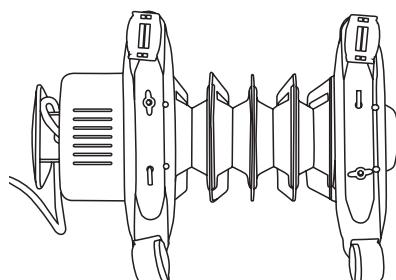

рис. 4
- Соединить одну из опорных ножек (2) с двумя роликами (1).
- Закрепить гайками (3).
- Перевернуть обогреватель нижней частью кверху, как показано на Рис. 4.
- Продеть металлический держатель (4) через фиксатор.
- Прикрепить опорную ножку с колесиками посредством металлического держателя (4) и винтов (5) к нагревателю.